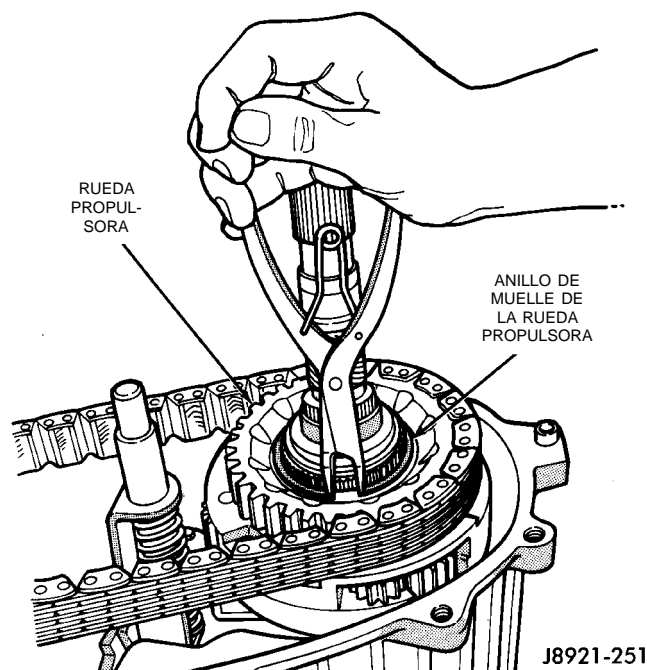

Fig. 84 Instalación del anillo de muelle de la rueda propulsora
- (4) Instale el anillo de muelle de la rueda propulsora (Fig. 84).